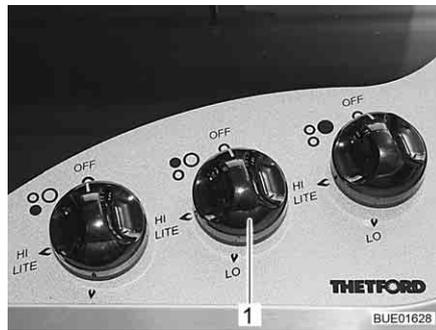

Fig. 219 Boutons de commande pour le réchaud à gaz
- Tourner le bouton tournant (Fig. 219,1) du brûleur désiré en position d'allumage (grande flamme).